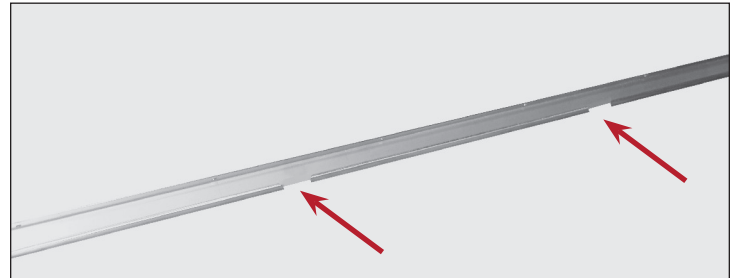

Abb. 1. Türkanalöffnungen (NUR Geräte mit zwei Türen).
- **Zweitürige Geräte:** Schieben Sie die Vordertür so, dass sie auf dem Gerät zentriert ist. Siehe Abb. 1 und 2.